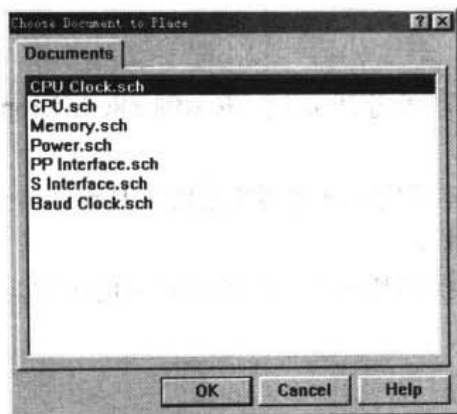

图 6-21 Choose Document to Place (选择父电路图) 对话框
- (1) 绘制底层电路图：现在从 CPU Clock.sch 电路图开始一步步向上设计。按照前面所讲述的方法绘制好最底层的电路图 CPU Clock.sch。
- (2) 产生 CPU Clock 方块电路图: 在生成方块电路图之前, 打开父电路图 Z80 Processor.prj。执行菜单命令 Design|Create Symbol From Sheet, 系统将弹出如图 6-21 所示的 Choose Document to Place (选择父电路图) 对话框。